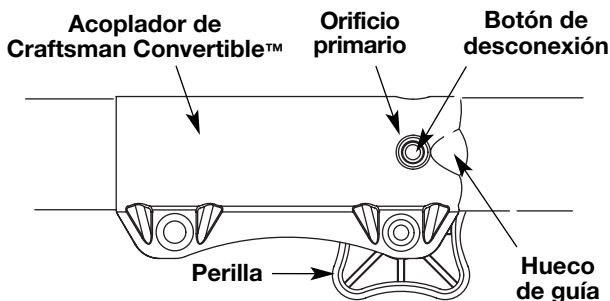
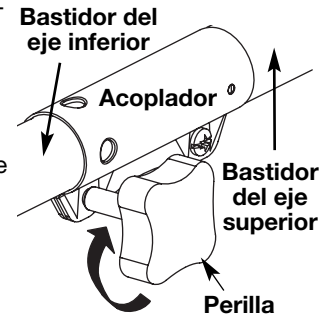

Fig. 9
Fig. 10
3. Mientras que firmemente sostiene el accesorio, empújelo derecho en el acoplador hasta el botón liberador (Fig. 9) se encaja a presión hacia el agujero primario (Fig. 9). El agujero primario está en el lado opuesto del acoplador de la perilla (Fig. 9). La alineación del botón de desconexión con el hueco de guía facilitará la instalación (Fig. 9).
4. Gire la perilla en sentido horario para ajustarla (Fig. 10).
PRECAUCION : Trabe el botón de desconexión en el orificio primario (Fig. 9) y ajuste bien la perilla (Fig.10) antes de operar esta unidad.
3. Opima y sostenga el botón de desconexión (Fig. 9).
4. Mientras sostiene el bastidor del eje superior con firmeza, tire del accesorio de corte o accesorio en línea recta fuera del acoplador (Fig. 10).
PRECAUCION : Antes de operar esta unidad, cerciérese de que el botón de desenganche esté completamente trancado en el orificio primario (Fig. 9), y que la perilla (Fig. 10) esté suficientemente apretada.